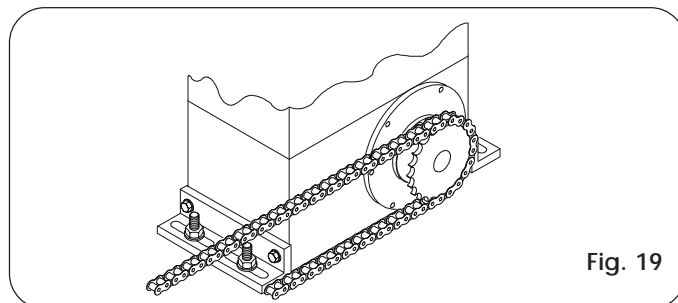

Fig. 19
- Assembleer de ketting zoals op Fig. 19.